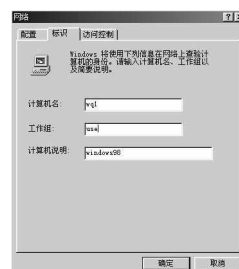

图5 标识的设置
■计算机标识的设置。所谓计算机标识就是为计算机起一个便于记忆的名字，并对被连接的计算机进行分组管理。其方法是在图3所示的对话框中选择“标识”项，在出现的“标识”对话框中分别输入每一台计算机的“计算机名”和“工作组”（图5），另外“计算机说明”项则由用户根据需要选择。其中两台计算机的“计算机名”应不同，而“工作组”名一定要相同。另外在用户登录方式中，可从图3所示的对话框里，选择“主网络登录”下方的“Windows 登录”。